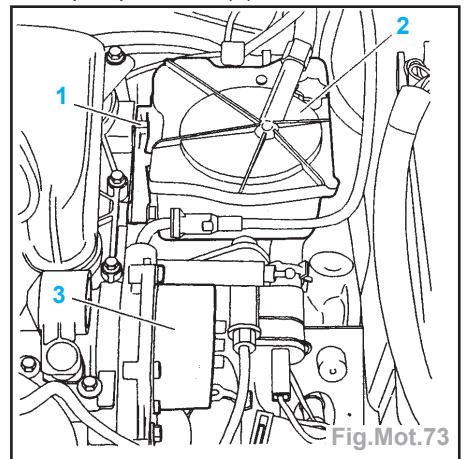

Fig.Mot.73
- Déposer (Fig.Mot.73) :
- le filtre à carburant (2),
- le support filtre à carburant (1),
- la pompe à vide (3).